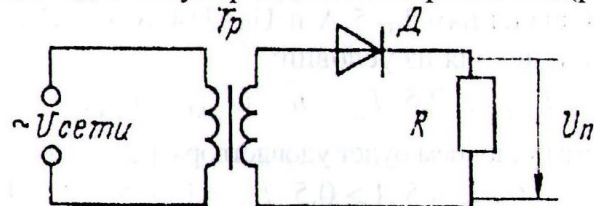

Рис.12.
1. Схема однополупериодного выпрямителя (рис.12).